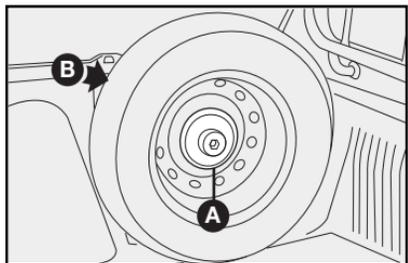

fig. 12
- Según la versión, afloje completamente la tuerca de fijación de la rueda de repuesto **A-fig. 12, 13 o 14** y saque la misma de su alojamiento **B-fig. 12, 13 o 14**.
18) Para pick-up Strada, coloque la rueda substituida en uno de sus alojamientos (en la cabina de pasajeros o en el compartimiento de carga) fijándola adecuadamente con la tuerca de sujeción **A-fig. 12, 13 o 14.**